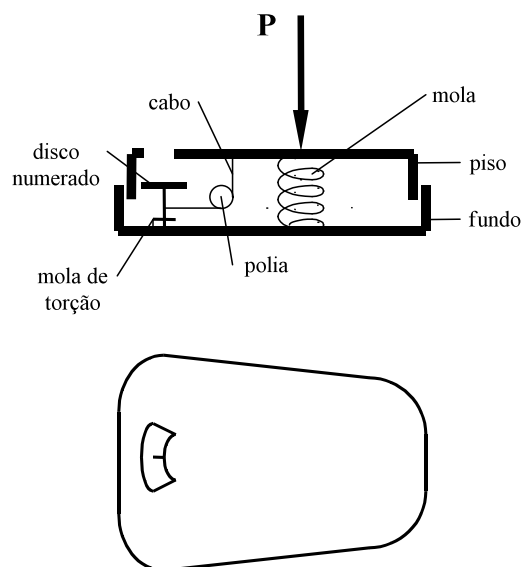

Figura 7 - Esquema de balança portátil com mola helicoidal.
- Um cabo é preso à parte superior passando por uma polia, de forma que com a retração da mola o cabo se afrouxa e se enrola em uma polia ligada a um disco graduado (figura 7). As funções deste tipo de balança estão indicadas na tabela 2.